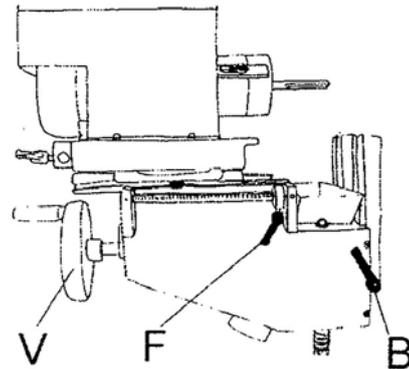

Abb. 16: Handrad und Griff zur Höhenverstellung LLB 30
- Schritt 1: Spannhebel (B.Abb.16) für die Höhenverstellung lösen.
- Schritt 2: Die gewünschte Höhe mit dem Handrad (V.Abb.16) einstellen und den Wert an der Skala ablesen.
- Schritt 3: Nach Erreichen der gewünschten Höhe den Spannhebel (B.Abb.16) wieder fest anziehen.
Die Beschränkung des Längslauf "F" in Abb.16 erlaubt den Lauf einzuschränken, um so Exakt das Tiefenmass der Bohrung zu erhalten.
Schritt 3: Bohrkopf mit Hilfe des Handrads (Pos.V, Abb.16) auf die gewünschte Höhe drehen.